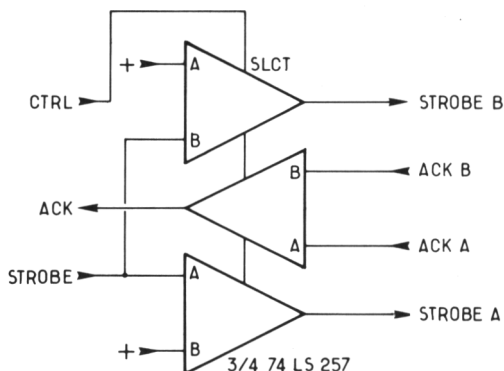

Fig. 14
- On peut connecter deux imprimantes sur le port parallèle à l'aide du montage de la figure 14.